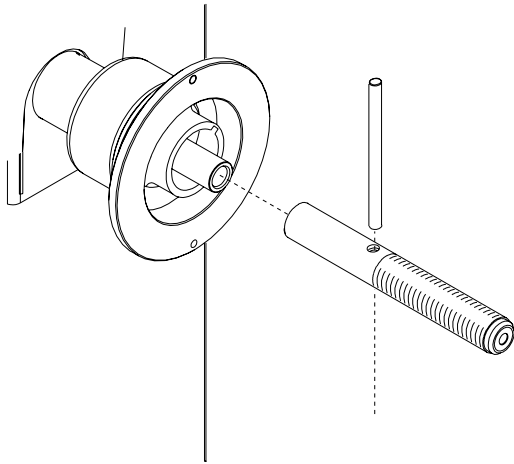

Figura 6
**A.** Monte el eje roscado en el eje de la equilibradora. Apriete firmemente con la varilla suministrada. (Figura 6).